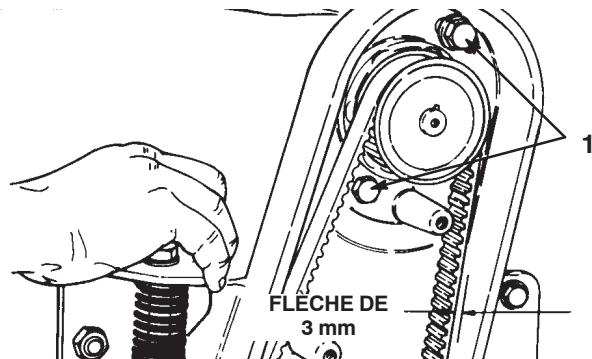

Figure 12
- Insérez les deux boulons de fixation du moteur d' entraînement du cylindre (têtes à l'intérieur du carter d' entraînement et rondelle plate sur boulon supérieur) dans les trous de la bride du moteur de cylindre. Vissez les contre-écrous sur les boulons. Tournez le moteur de cylindre vers le haut dans le trou fendu du carter pour tendre la courroie d' entraînement et serrez les fixations (Fig. 12) à environ 34 Nm.
Remarque : La courroie est correctement tendue quand elle présente une flèche de 3 mm environ lorsqu'une force de 31 N est exercée en son centre (Fig. 12).